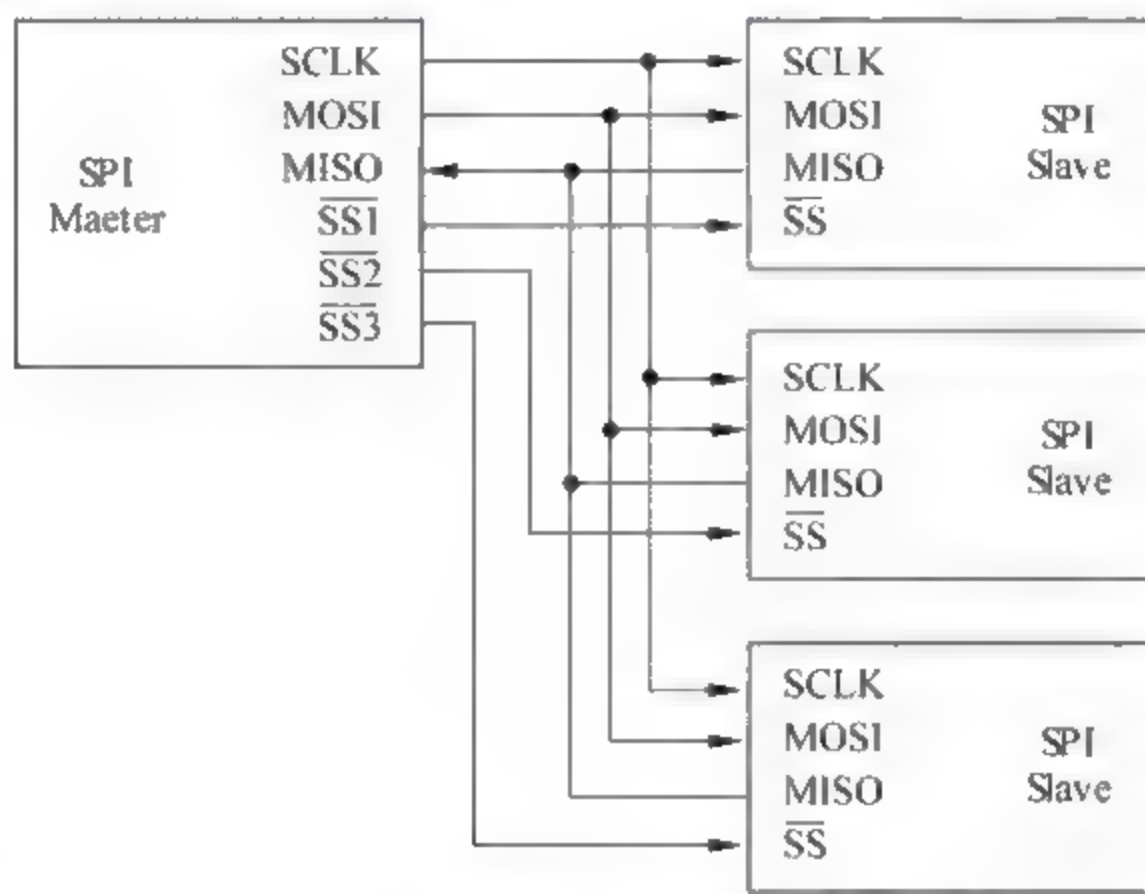
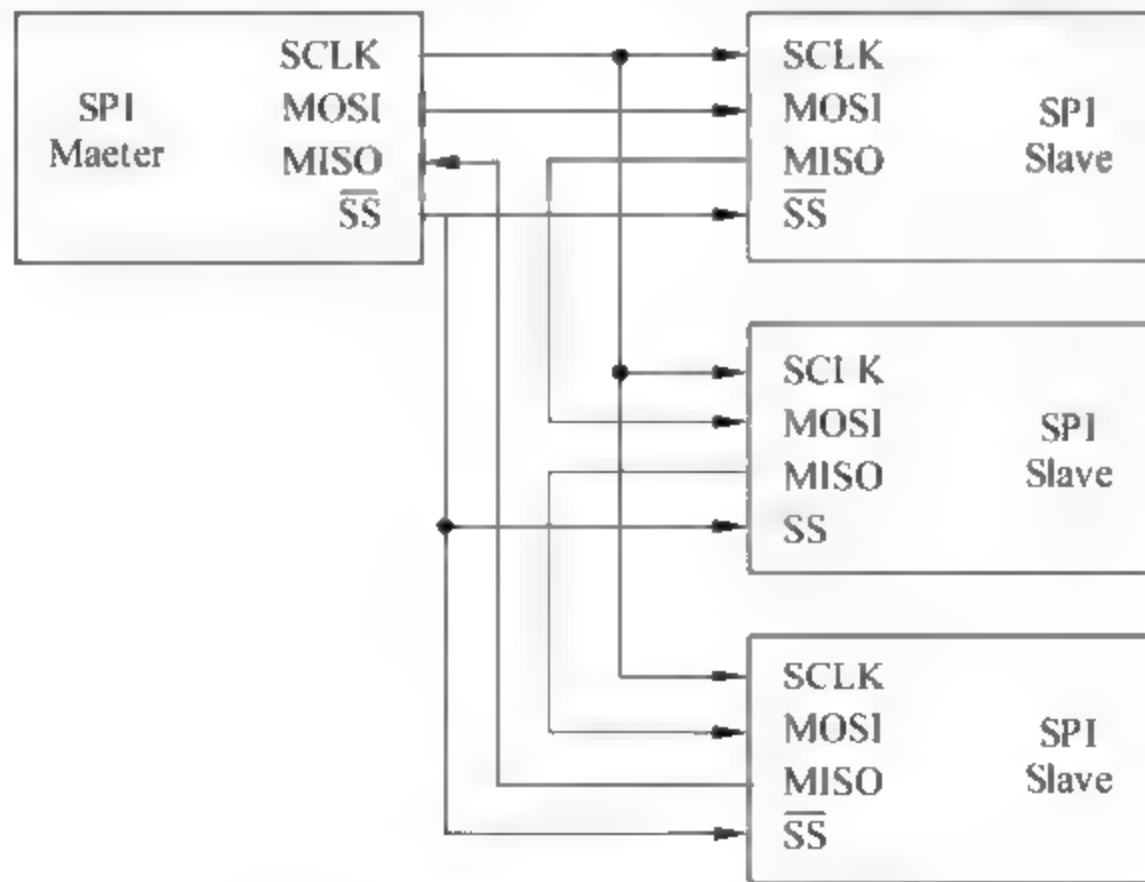

图 10-2 多片选方式控制多个从设备
图 10-3 菊花链方式控制多个从设备
(1) 多片选连接方式:从设备的 NSS 引脚可以由主设备的任意一个标准 I/O 引脚来驱动,通常使用多个 I/O 口分别连接到从设备的 NSS 进行控制。如图 10-2 所示,所有从设备的 SCK、MOSI、MISO 都是连在一起,每个从设备都需要单独的片选信号,主设备每次只能选择其中一个从设备进行通信。由于每个设备都需要单独的片选信号,会占用较多的 I/O 资源,可以使用译码器电路或者采用菊花链方式。
(2) 菊花链连接方式:多片选方式占用较多的 I/O,只用一个 NSS 控制时,可以连接成如图 10-3 所示的电路,不同于图 10-2 的共享 MOSI 和 MISO 总线,菊花链方式下,所有从设备连接到一个 NSS 片选上,主设备 MOSI 连接到第一个从设备,第一个从设备的 MISO 连接到第二个从设备的 MOSI,依次连接,最后一个从设备的 MISO 连接到主设备的